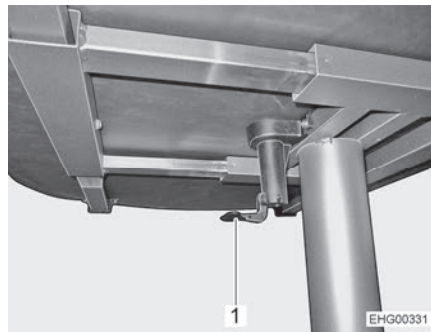

Fig. 60 Tavolo rialzabile
- Tirare verso il basso la leva del bloccaggio del tavolo centrale (Fig. 60,1).